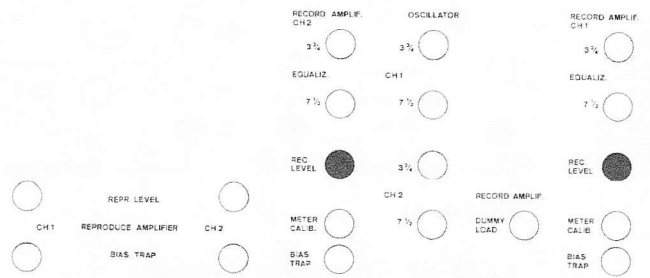

Bild 6.5.-72
- Auf NAB (Hinter-Band) schalten und mit den Einstellreglern REC. LEVEL OUTPUT-Ausgang auf 200 mV einstellen (Bild 6.5.-72), Wiedergabefunktionsschalter entsprechend auf CH I oder CH II.